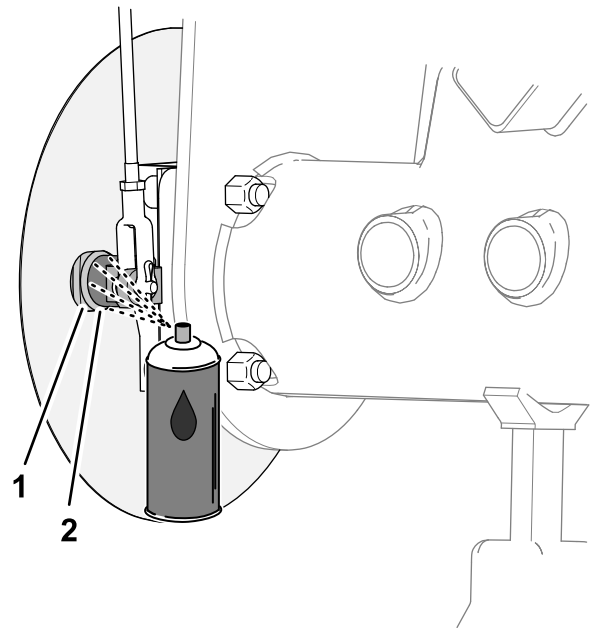
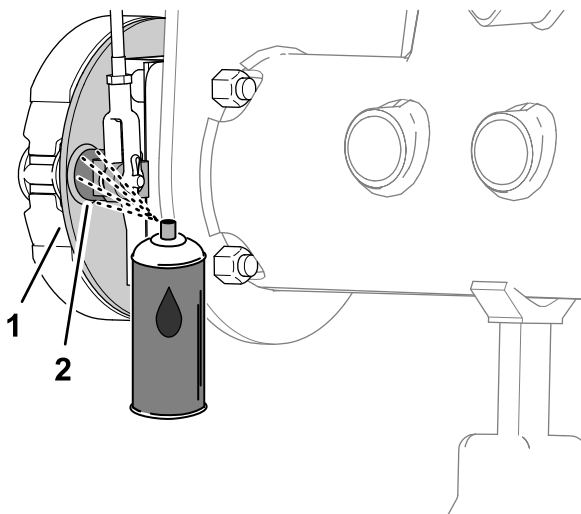

Figura 82
Figura 81
1. En el lado interior del plato del freno (máquinas sin deflector de hierba opcional en la llanta de la rueda) o en el deflector de la rueda (máquinas con deflector de hierba opcional), pulverice aceite penetrante entre el árbol de levas del freno y el plato fijo (Figura 81 o Figura 82).